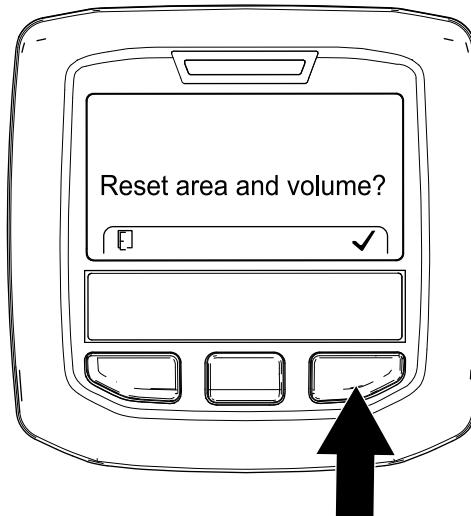

Рисунок 110
6. На экране RESET AREA AND VOLUME (Сброс площади и объема) нажмите правую кнопку инфо-центра (Рисунок 110).